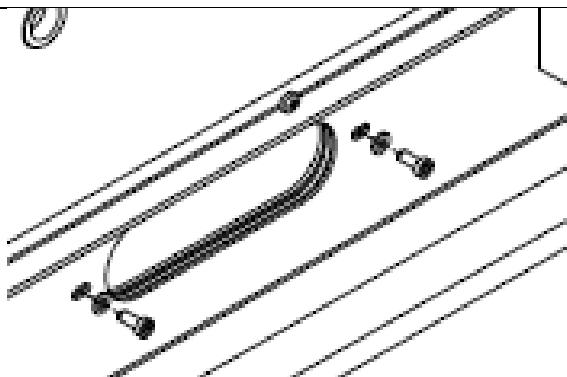

Abbildung 42
4. Zusätzlich sind an beiden Enden des Bohnenablaufs M5x12-Schrauben mit Zylinderkopf und Innensechskant anzuziehen. Unter den Schraubenkopf ist eine Unterlegscheibe A5,3 zu legen (Abb. 42).